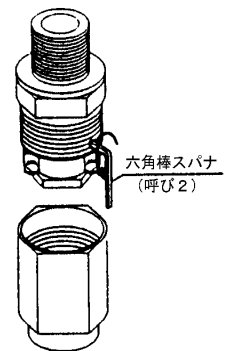

図1
- 2) ニップルからナット (リング)、グラウンド、スリップリング、およびパッキンの順に外してください。なお、**グラウンドは、グラウンドの緩み止め用止めねじを付属の六角棒スパナ (呼び2) で緩めてから取り外してください。** (図1)